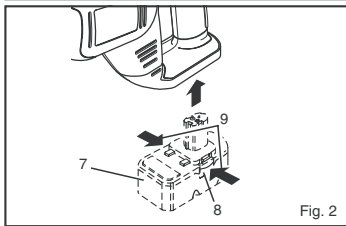

Fig. 2
Voir figure 2
- Insérez la batterie dans votre scie en alignant les nervures de la batterie avec les rainures du support de batterie de la scie. *Voir figure 2.*
- Retirez la batterie. *Voir figure 2.*